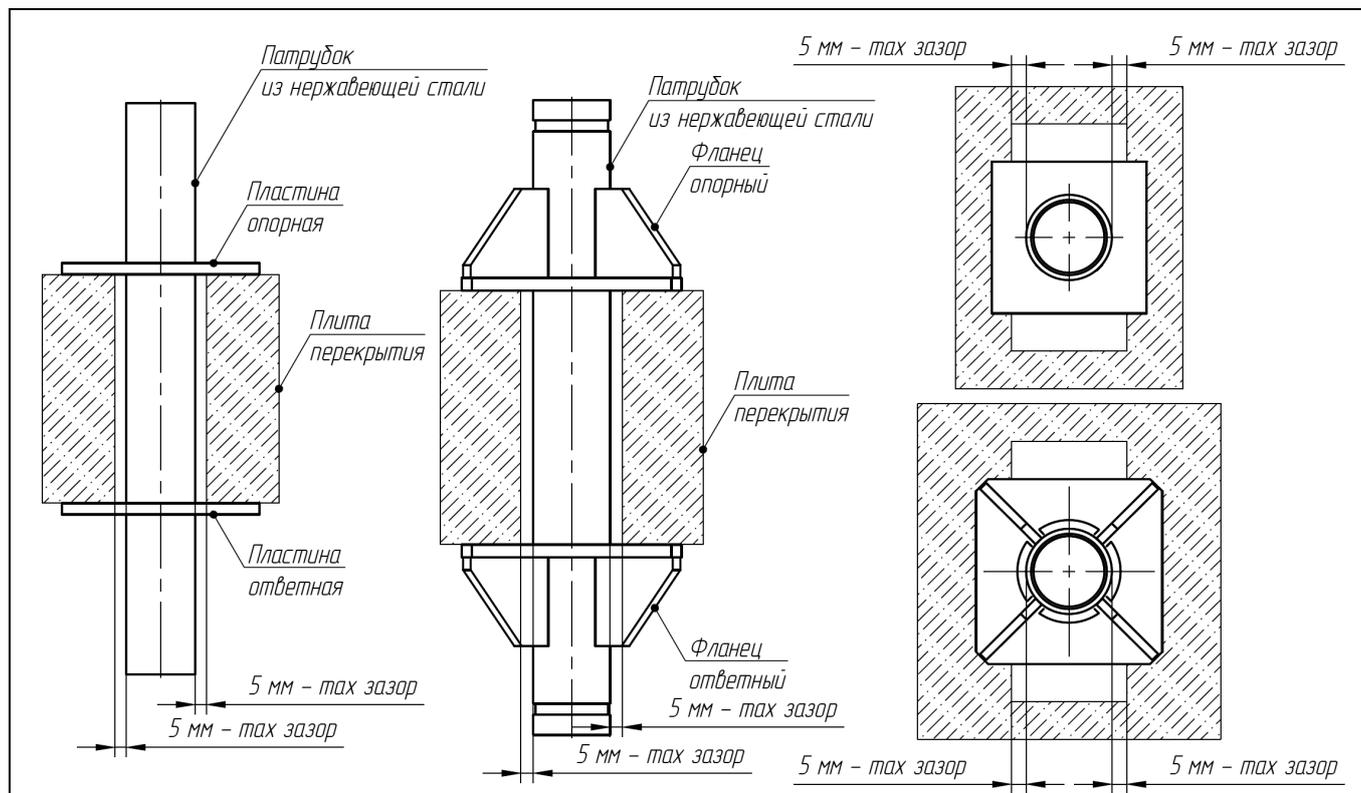

Рис.4. Установка неподвижных опор «Энергия-Аква» в случае опирания на две стороны отверстия в плите перекрытия.
3. Указания по монтажу неподвижных опор «Энергия-Аква» в случае опирания на две стороны отверстия в плите перекрытия (см. рис.4 на стр. 10).
В случае протяженного отверстия в плите перекрытия допускается установка неподвижных опор «Энергия-Аква» на две стороны опираемой поверхности. Максимально допустимый зазор между патрубком и стенкой плиты перекрытия – не более 5 мм с каждой стороны в соответствии с рис.4 (стр. 10).